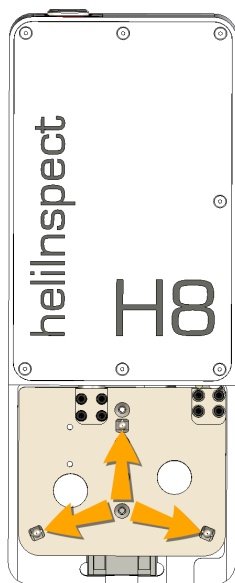

图 8: heliInspect™ H8 壳体上 V 型槽的位置
e. 将 heliOptics™ WLI8 固定在测量头壳体内部的两个磁点上(» 图 8)。